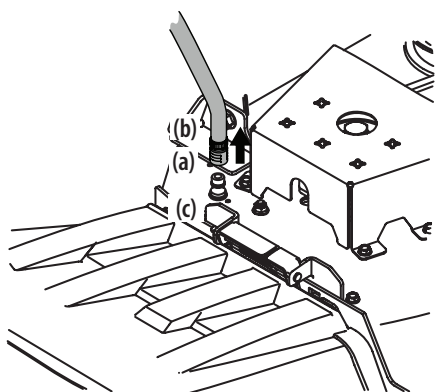

Figure 31
3. Tirez sur le collier d'arrêt (a) de l'adaptateur de buse (b), puis poussez l'adaptateur de buse sur la buse de nettoyage du plateau (c). Relâchez le collier d'arrêt pour verrouiller l'adaptateur de buse sur la buse de nettoyage du plateau. Consultez la Figure 31.